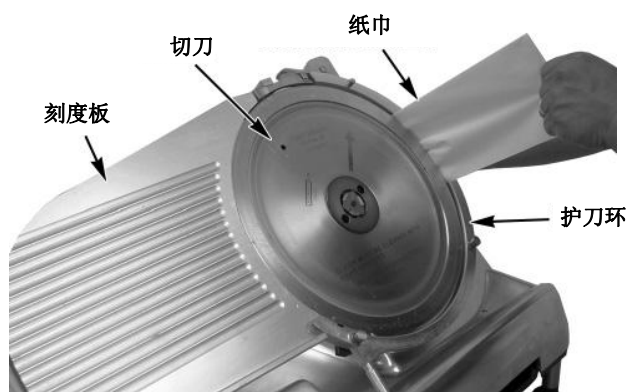

图 16
- 使用多层、微湿纸巾塞入切刀和护刀环间的缝隙内，仔细清洁护刀环（图16）。